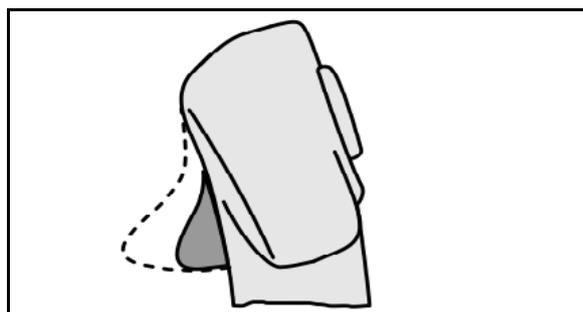

図 115
- 図 115にしたがってマルチファンクションハンドルを使用。